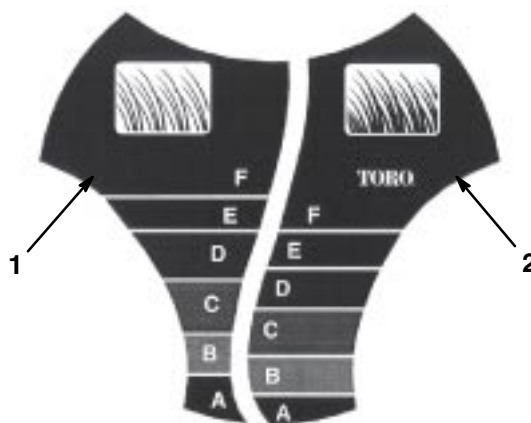

Bild 13
Das *SmartWheel™* weist zwei Schnitthöhenskalen auf: *Dünn/Normal* und *Satt*—damit Sie bei jedem Rasenzustand immer das beste Ergebnis erzielen (Bild 13). Benutzen Sie die *Dünn/Normal*-Skala während der warmen Sommersaison für den Großteil Ihres Mähbedarfs. Die *Satt*-Skala dient ausschließlich starkem, nassem und satterm Graswuchs, den Sie am häufigsten im Frühjahr antreffen.
2. Bewegen Sie den Rasenmäher aufs Gras; Schieben Sie den Rasenmäher nicht mehr weiter, wenn das *SmartWheel*-Motiv an einem der Hinterräder aufrecht steht (Bild 13).